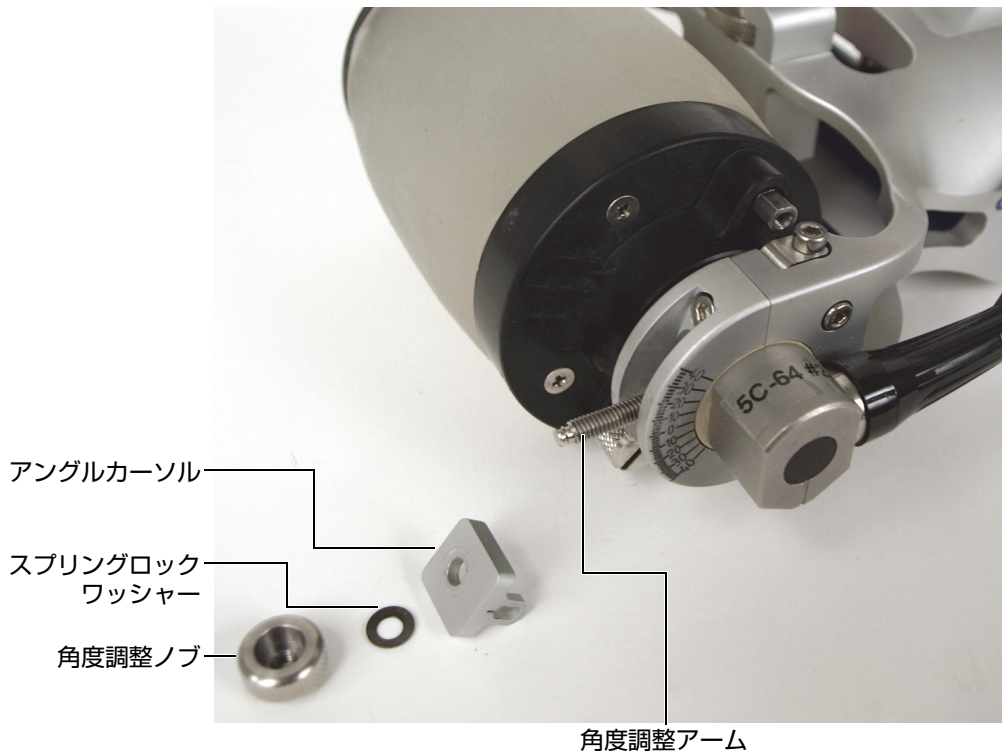

図 6-32 プローブの角度調整部品の取り付け
6. RollerFORM のプローブケーブル側にある角度調整アーム上に、アングルカーソル、スプリングロックワッシャー、角度調整ノブを取り付けます (112 ページの図 6-32)。